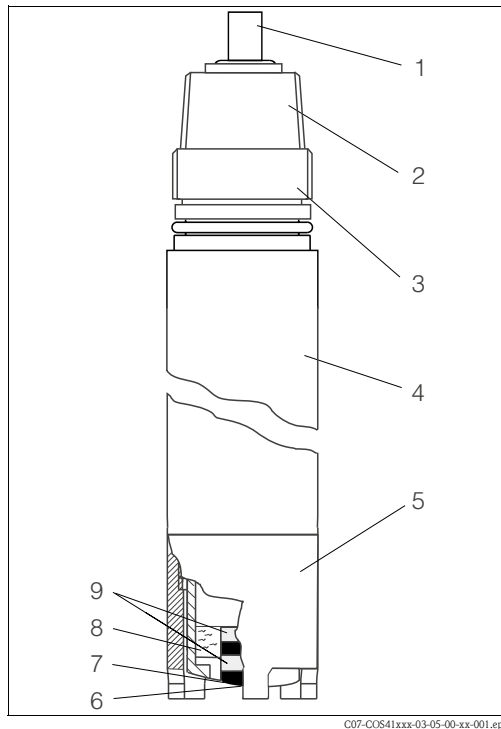

Fig. 17: Struttura del sensore
- Asta del sensore (fig. 17, pos. 4)
- Protezione della membrana (fig. 17, pos. 5)